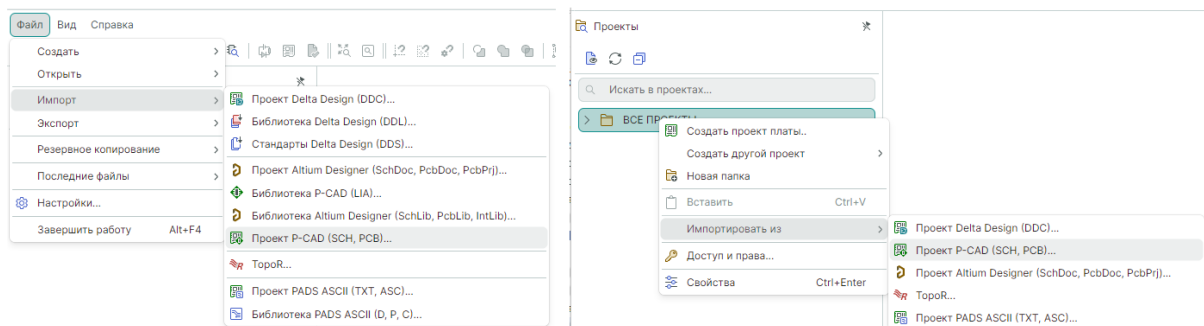

Рис. 29 Вызов Мастера импорта проекта P-CAD
- из контекстного меню, вызванного с выбранного узла панели «Проекты» → «Импортировать из» → «Проект P-CAD (SCH, PCB)...», см. Рис. 29 (правая часть).